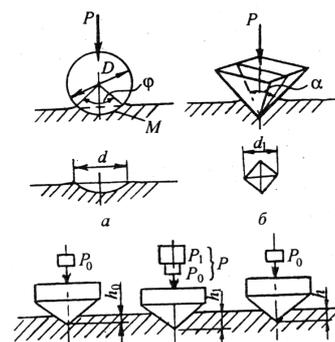

Рис. 1.1 Схемы испытаний на твердость:
Подобие отпечатков при разных D и P будет обеспечено, если угол φ остается постоянным (Рис. 1.1). Подставив в формулу (6)  $\frac{d}{D} = \sin \frac{\phi}{2}$ , получим следующее выражение:
При испытании на твердость по методу Виккерса в поверхность материала вдавливаются алмазная четырехгранная пирамида с углом при вершине  $\alpha = 136^\circ$  (Рис. 1.1). После снятия нагрузки вдавливания измеряется диагональ отпечатка  $d_1$ . Число твердости по Виккерсу НV подсчитывается как отношение нагрузки  $P$  к площади поверхности пирамидального отпечатка  $M$ :